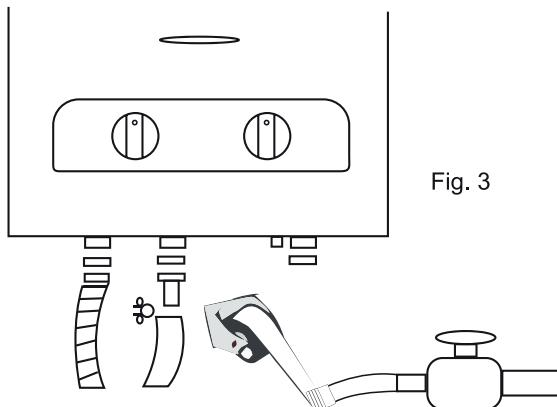

Fig. 3
- Se recomienda utilizar cinta de teflón para sellar todas las conexiones de gas y agua, de esta manera se asegura una instalación correcta y se previenen posibles fugas (Fig.3).
Al instalar en interiores, coloque conductos para la salida de gases de combustión, estos deben ser anticorrosivos y no inflamables, la separación del calentador debe ser por lo menos de 468mm y con un ligero ángulo de  $2^\circ$  (Fig.3), esto para evitar que la condensación de vapor se regrese hacia el calentador.